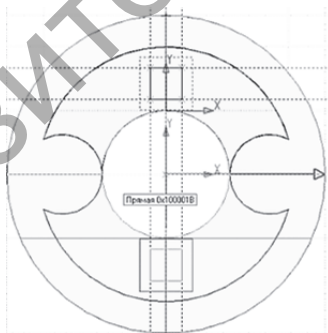

Рисунок 4.9
7. Вызовите из автоменю команду «Чертёж→Копия→Копирование симметрично». В автоменю будет доступна лишь одна кнопка — «Режим добавления элементов копирования». Выберите указателем стороны нарисованного квадрата, при необходимости увеличьте масштаб. Завершите выделение щелчком на кнопке «Завершить ввод» (рис. 4.9). Выберите в качестве оси симметрии горизонтальную ось окружности основания модели и завершите операцию щелчком на кнопке «Выход из команды» в автоменю.